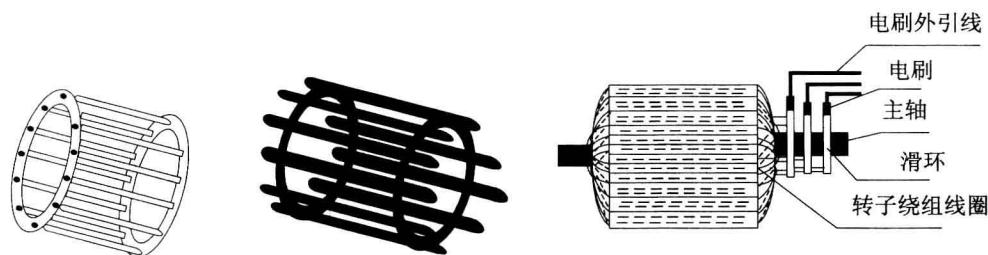

图 1-3 三相异步电动机转子绕组示意图
三相异步电动机转子绕组有鼠笼型和绕线型两种类型。笼型转子有单鼠笼、双鼠笼、深鼠笼三种型式，笼型转子的导条有铜条焊接端环式和铸铝式。绕线型转子经绕组与其定子绕组嵌线相同，分为三相绕组，而且三相绕组为星型 (Y) 接法，有三个端头与三个转动滑环相连接，三个转动滑环通过电刷与外设三相启动设备相连接，以便提高电动机的启动力矩和调速。有关三相异步电动机转子绕组如图 1-3 所示。